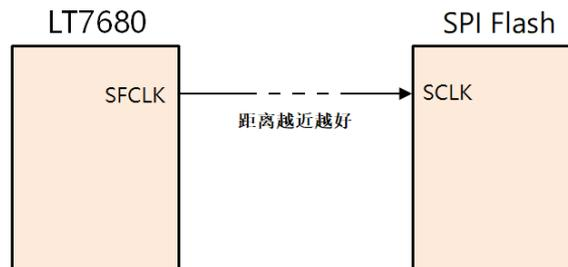

图 7: LT768 接到 SPI Flash 的电路
- LT768x 接到 SPI Flash 的信号距离越短越好 (如图 7)。